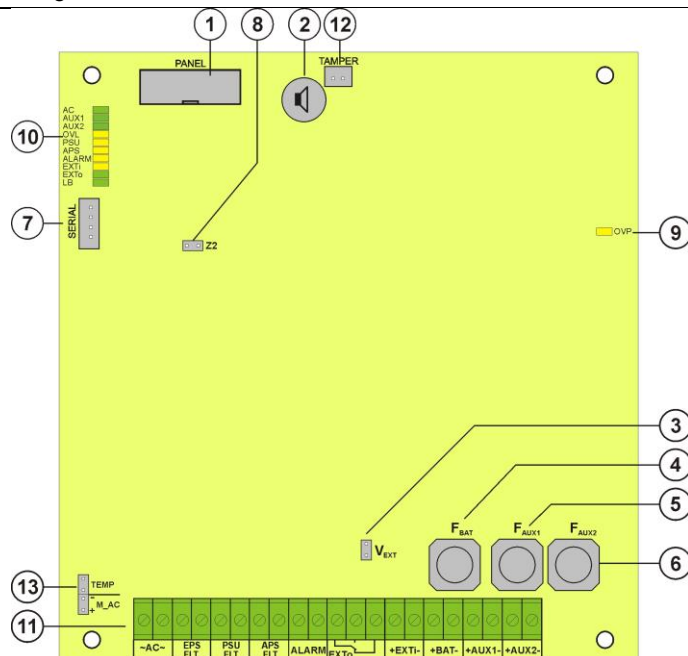

Abb. 2. Ansicht der PCB Platte des Netzteils.
Tabelle 1. Elemente der PCB Platte des Netzteils (Abb. 2)
| ② | Platte des Netzteils (Tab. 1, Abb. 2) |